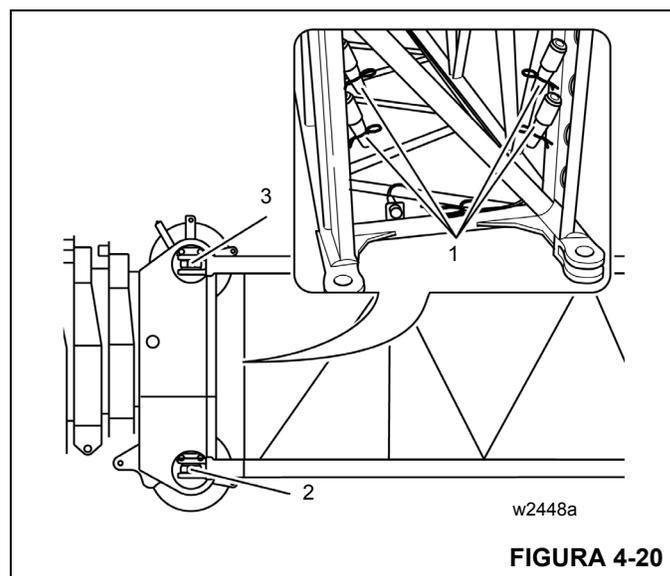

FIGURA 4-20
Os pinos de fixação (1) da conexão ficam nos suportes da base das seções de 8 m (26 pés) e são fixados por presilhas de retenção (Figura 4-20).
1. Amarre o inserto de 8 m (26 pés) com o rolete de suporte em um guindaste auxiliar e levante-o na frente da cabeça da lança principal de modo que os pontos de apoio (2) e (3) se alinhem a ela nos dois lados (Figura 4-20).
1. Amarre a seção de 8 m (26 pés) em um guindaste auxiliar e levante-a até que o seu peso tenha sido retirado dos pontos de apoio (2) e (3) (Figura 4-20).
2. Remova as presilhas de retenção e os pinos dos pontos de apoio (2) e (3) nos dois lados (Figura 4-20).